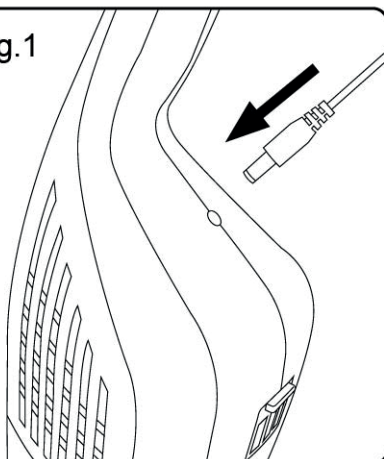

Fig.2
- Presionar el botón de extracción de la aspiradora de mano (H) del cuerpo principal (E) de la aspiradora escoba. (Fig. 2)
- Poner el aparato en marcha, presionando el botón encendido/apagado (I)
- Presionar el botón de extracción de la aspiradora de mano (H) del cuerpo principal (E) de la aspiradora. (Fig. 2)